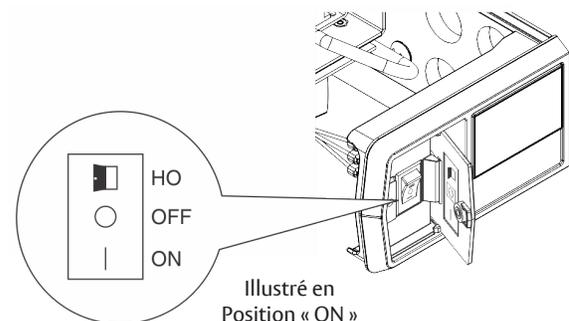

Figure 3
5. Confirmer que l'interrupteur ON/OFF/HO est en position ON. (Figure 3)